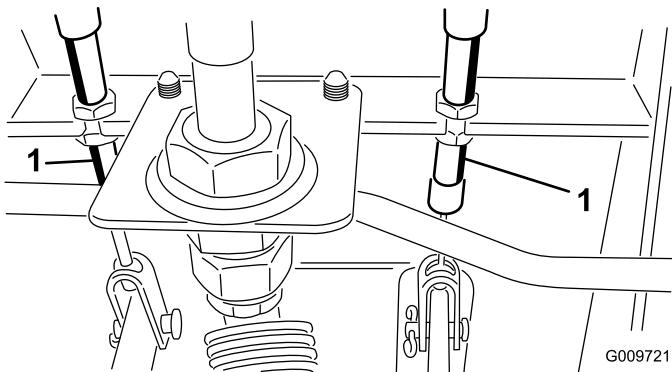

Bild 52
- A. Lockern Sie die vordere Mutter an der Gewindeseite des Bremszuges (Bild 52).